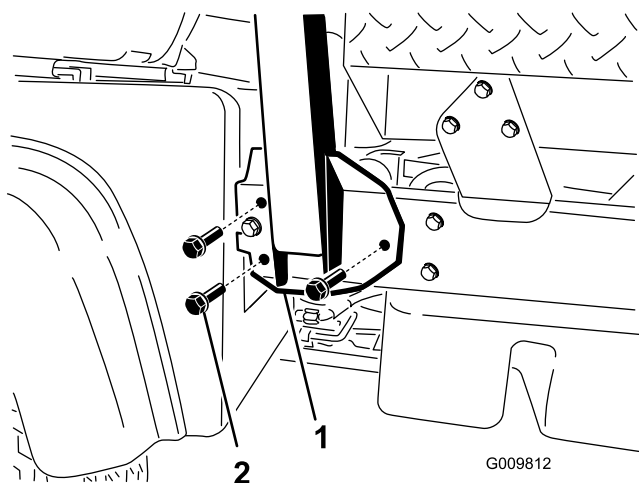

Figura 4
1. Alinhe cada lado do ROPS com os orifícios de montagem no chassis que se encontram em cada um dos lados do veículo como se mostra na Figura 4.